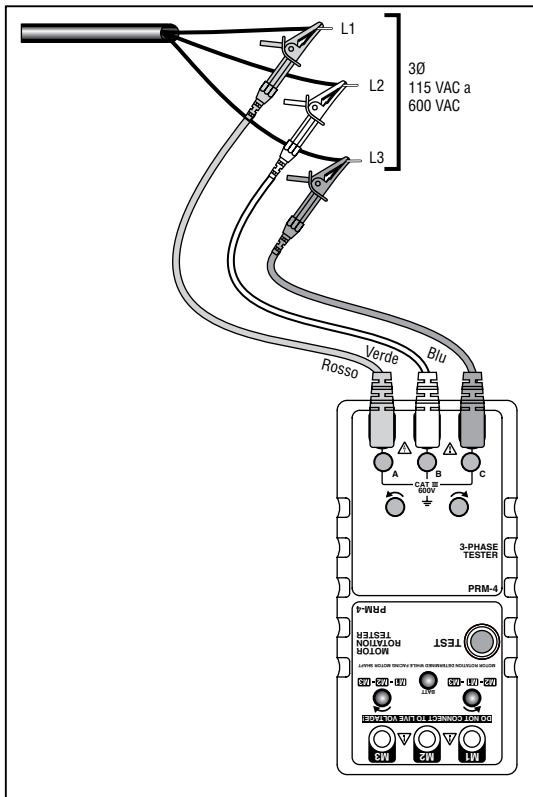

Figura 1
1. Collegare i tre cavetti di misura codificati a colore ai terminali di ingresso delle tre fasi, L1 (rosso) - L2 (verde) - L3 (blu); questa sequenza è detta anche A-B-C o R-S-T. Vedi Figura 1.